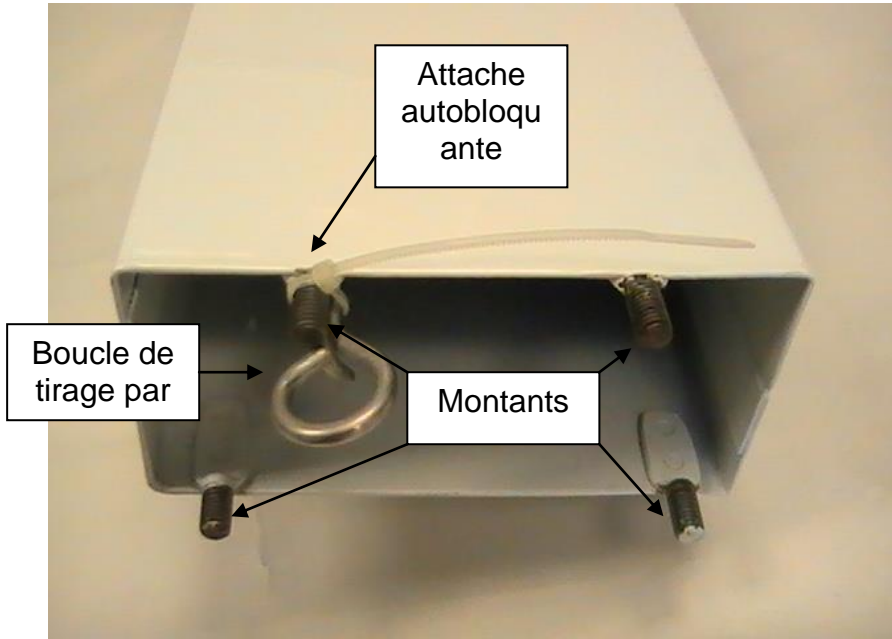

Figure 3
4. Coupez l'attache autobloquante qui tient la tige d'acier aux montants de pilier (voir la figure 3 à la page 8).